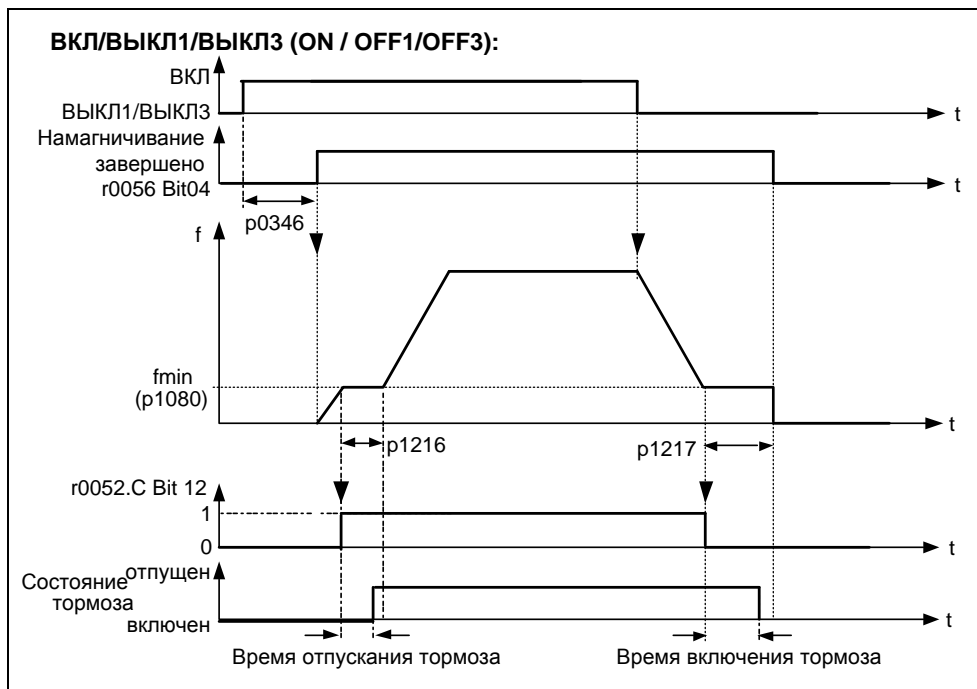
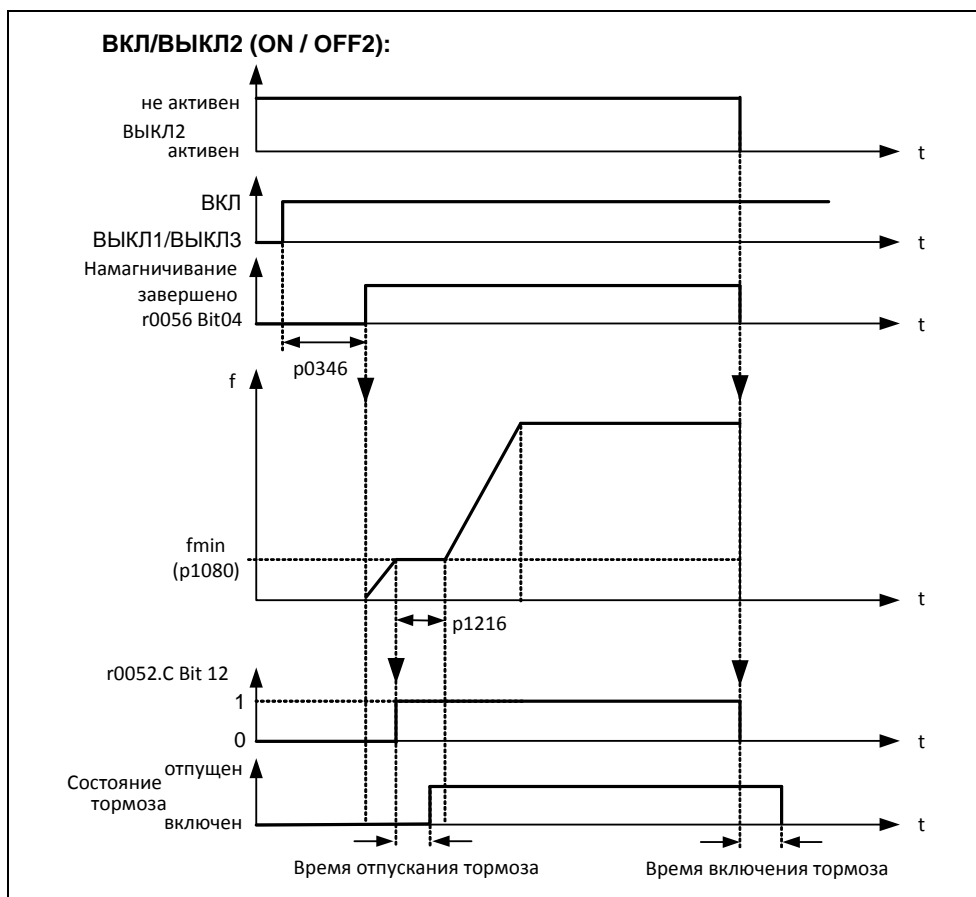

Рис. 3-68 Стояночный тормоз двигателя после ВКЛ / ВЫКЛ1
Рис. 3-69 Стояночный тормоз двигателя после ВЫКЛ2
Перед отпуском тормоза необходимо снять запрет импульсов и подать ток, удерживающий привод в текущей позиции. При этом подводимый ток определяется мин. частотой P1080. Тип значения здесь является ном. скольжение двигателя r0330. Во избежание долгосрочных повреждений стояночного тормоза разрешается включать двигатель только после продувки тормоза (время продувки тормоза 35 мс ... 500 мс). Эта задержка должна быть учтена в параметре P1216 "Задержка разрешения стояночного тормоза" (см. рис. 3-68).
Включение стояночного тормоза инициируется либо через ВЫКЛ1 / ВЫКЛ3, либо ВЫКЛ2. При ВЫКЛ1 / ВЫКЛ3 на двигатель при достижении им мин. частоты P1080 эта частота подается до включения тормоза (время активации тормоза 15 мс ... 300 мс). Длительность задается через параметр P1217 "Время задержки торможения" (см. рис. 3-68). Ели же, напротив, следует команда ВЫКЛ2, то, независимо от состояния привода, сигнал состояния r0052 Bit 12 "Стояночный тормоз двигателя активен" сбрасывается. Т.е. тормоз активируется сразу же после ВЫКЛ2 (см. рис. 3-69).
- ◆ Для отпускания/включения цифровой выход в точке 1/2 (см. рисунок 3-68) управляет стояночным тормозом двигателя. Условием является активация стояночного тормоза двигателя P1215 и выбор стояночного тормоза двигателя для цифрового выхода.